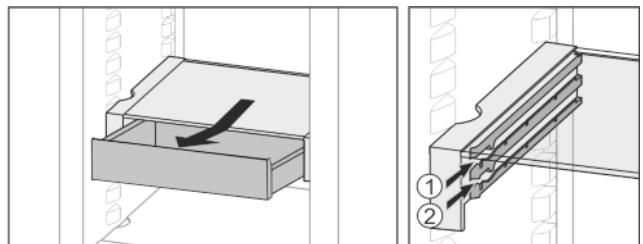

Fig. 20
- ▶ Вставити на будь-якій висоті Fig. 20 (1) або Fig. 20 (2).